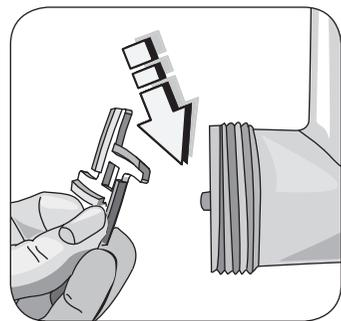

Fig. 3
- Inserire la lama (T) nella tramoggia (Fig. 3). La superficie di taglio piana della lama deve essere rivolta verso l'esterno.